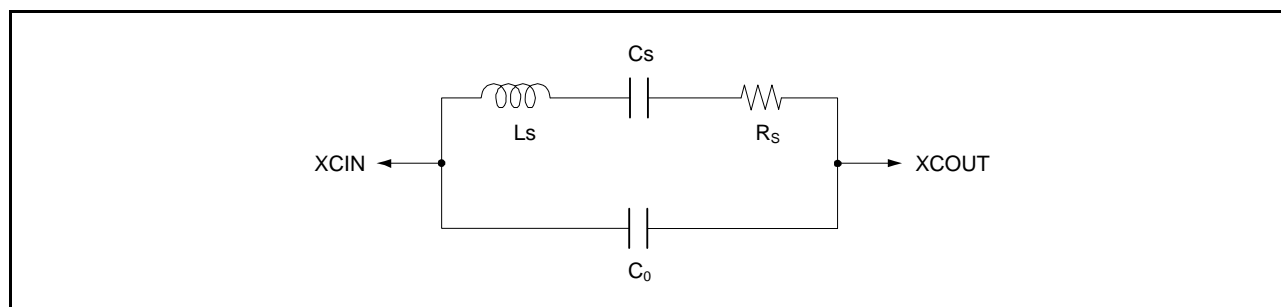

図 9.6 水晶振動子の等価回路
32.768kHz 水晶振動子の等価回路を図 9.6 に示します。水晶振動子は表 9.5 に示す特性のものを使用してください。